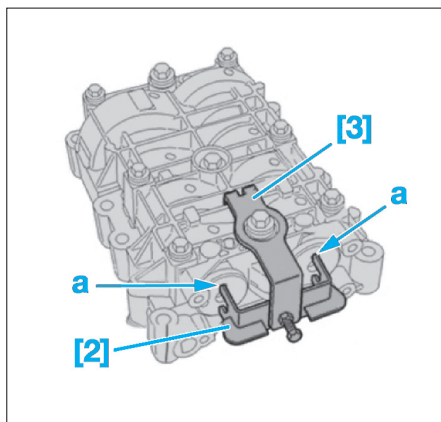

Fig. 92
- [2]. Calibre de positionnement d'arbre d'équilibrage (ref. 8610-T.D / 0190 D) (Fig.92).
- [3]. Bride de calibre de positionnement d'arbre d'équilibrage (ref. 8610-T.E / 0190 E2) (Fig.92).
- A l'aide des outils [2] et [3], pincer le boîtier d'arbres d'équilibrage (Fig.92).